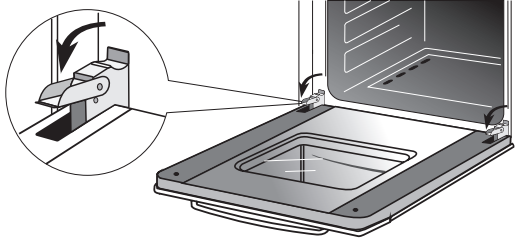

Рис.20
- поднимите и поверните до упора стопорные рычаги, расположенные на двух шарнирах (рис. 20),